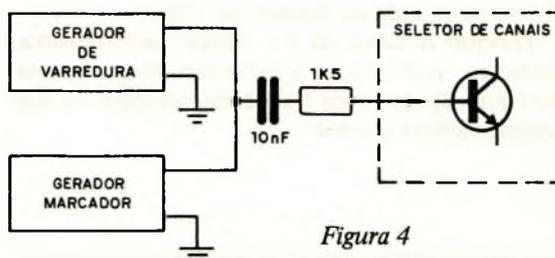

Figura 4
5. Conecte o Gerador de Varredura e o Gerador Marcador à base do transistor misturador no Seletor de Canais, através de um capacitor de 10 nF, em série com um resistor de 1k5, conforme mostra a figura 4.